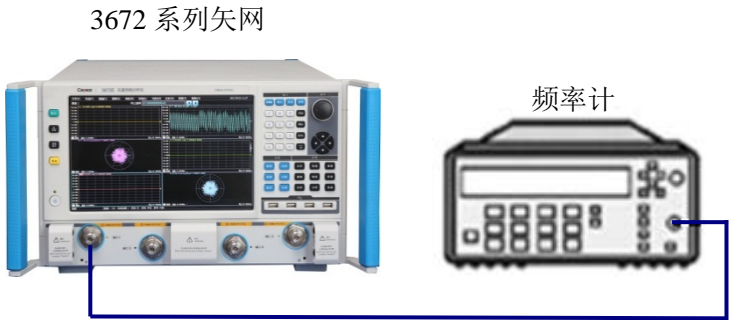

图 11.1 频率准确度测试框图
- 1) 如图 11.1 所示连接系统，预热 60 分钟以上；